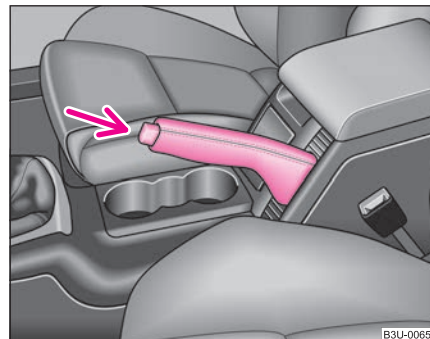

Fig. 118 Consola central: Freno de mano
- Tire de la palanca del freno de mano un poco hacia arriba y pulse **al mismo tiempo** el botón de bloqueo ⇒ fig. 118.